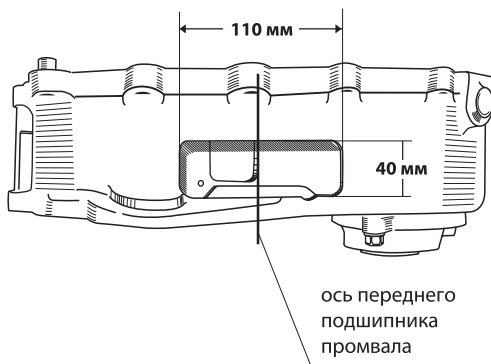

Рис. 5
- а. если картер старого образца, доработайте его согласно **Рис. 5**;